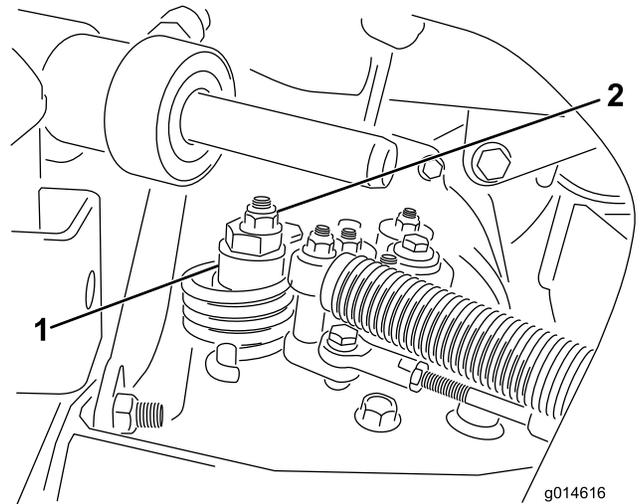

图40
- A. 松开将偏心螺栓固定到静液压泵顶部的螺母图 40。
- C. 旋转偏心螺栓直到不再出现任何方向的缓慢前移。当轮子停止旋转时旋紧螺母锁定偏心螺栓和调整图40。将油门移至慢速和快速位置验证调节情况。